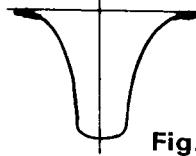
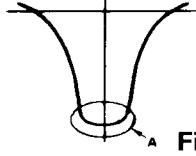

Fig. 5
Fig. 6
- (Note 1) Adjust the cores of T152, 153 so that the waveform is as shown in Fig. 5. After adjusting as above, increase the output level of the sweep generator and adjust T152, 153 again so that the top of the waveform A (indicated in Fig. 6) will be flat and wide.
- (Note 1) Réglage les âmes de T151 (154) de façon à obtenir une forme d'onde comme indiquée sur la Fig. 5. Dans ce cas, ne pas s'occuper du marqueur. Après avoir réglé comme indiqué ci-dessus, augmenter le niveau d'entrée du générateur de balayage et régler T151 (154) à nouveau de façon que le sommet de la forme d'onde A (voir Fig. 6) soit linéaire et étendue.